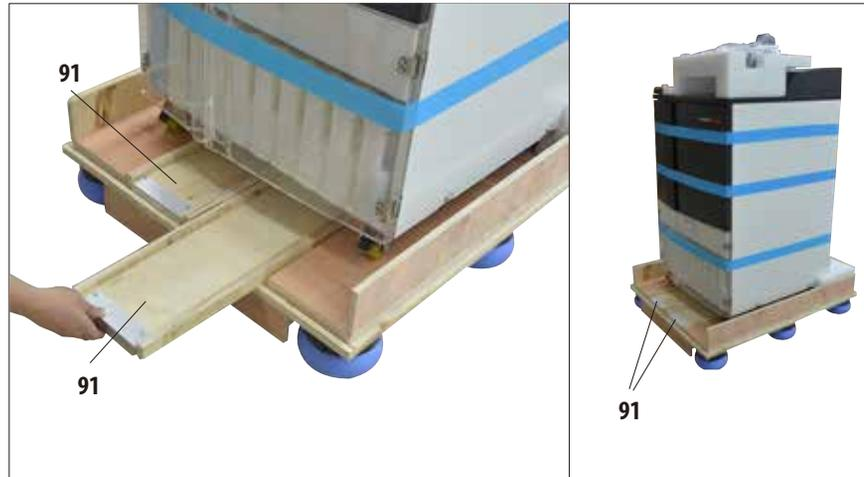

Abb. 8
- Die zwei Schienen (91) für die Rampe unter dem Gerät nach vorn herausziehen (Abb. 8).